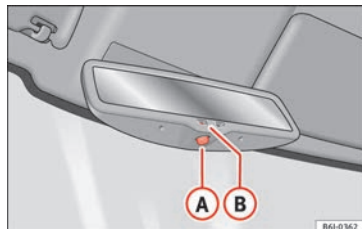

Abb. 72 Automatisch abblendbarer Innenspiegel
- Drücken Sie die Taste **A** » **Abb. 72**. Die Kontrollleuchte **B** erlischt.
- Drücken Sie die Taste **A** » **Abb. 72**. Die Kontrollleuchte leuchtet auf.